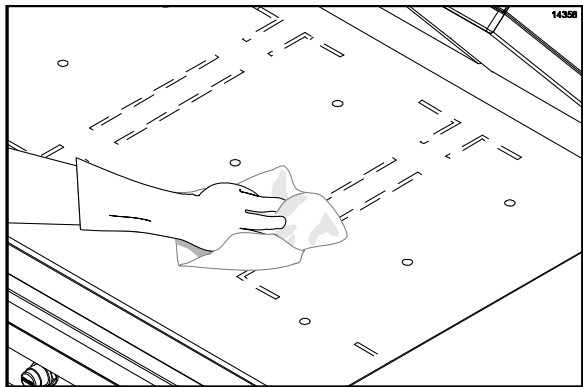

图 112
44. 用干净并浸湿消毒液的煎炉抹布擦拭下煎炉表面。重复此步骤，直到看不到污物。（请见图 112）